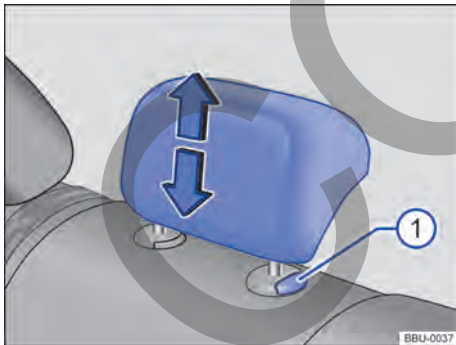

Fig. 78 Apoyacabezas central trasero: ajuste.
- Desplace el apoyacabezas hacia arriba o abajo, en el sentido de la flecha correspondiente, presionando a la vez, dado el caso, la tecla → fig. 78 Ⓜ.